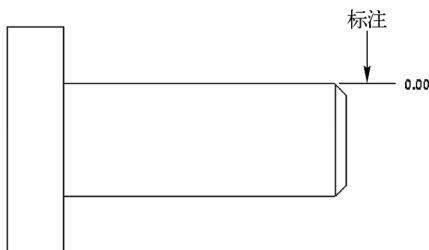

图 4-31 显示基准尺寸
STEP 03 在绘图区右侧的水平直线上, 单击鼠标左键, 向右引导光标, 单击鼠标中键, 此时显示一个数值为“0”的基准尺寸, 如图 4-31 所示。